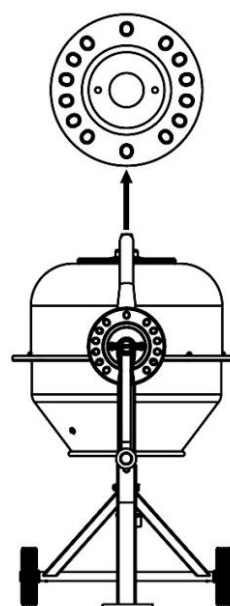

Рис. 11
**Позиции барабана (См. Рис.11):**